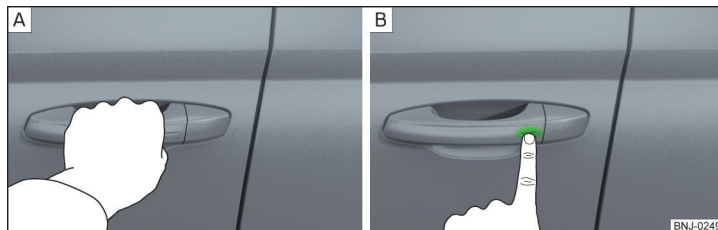

Abb. 44 Fahrzeug entriegeln / Fahrzeug verriegeln
- Den Türgriff greifen, um das Fahrzeug zu **entriegeln** » Abb. 44 - **A**.
- Den Sensor am Türgriff mit dem Finger berühren, um das Fahrzeug zu **verriegeln** » Abb. 44 - **B**.
- Innerhalb von 5 s den Sensor am Türgriff mit dem Finger berühren » Abb. 44 auf Seite 54 - . Die Deaktivierung wird durch einmaliges Aufblinker der Blinkleuchten bestätigt.